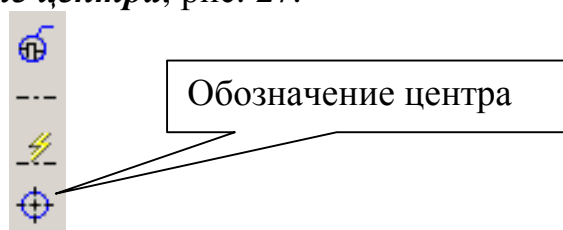

Рис. 27
2. Постройте аналогично окружность диаметром 16 мм с координатами центра (70, 15). Кнопка **Окружность без осей** должна быть активной. Для выполнения центровых линий на панели **Обозначение** , рис. 6, активизируйте команду **Обозначение центра**, рис. 27.